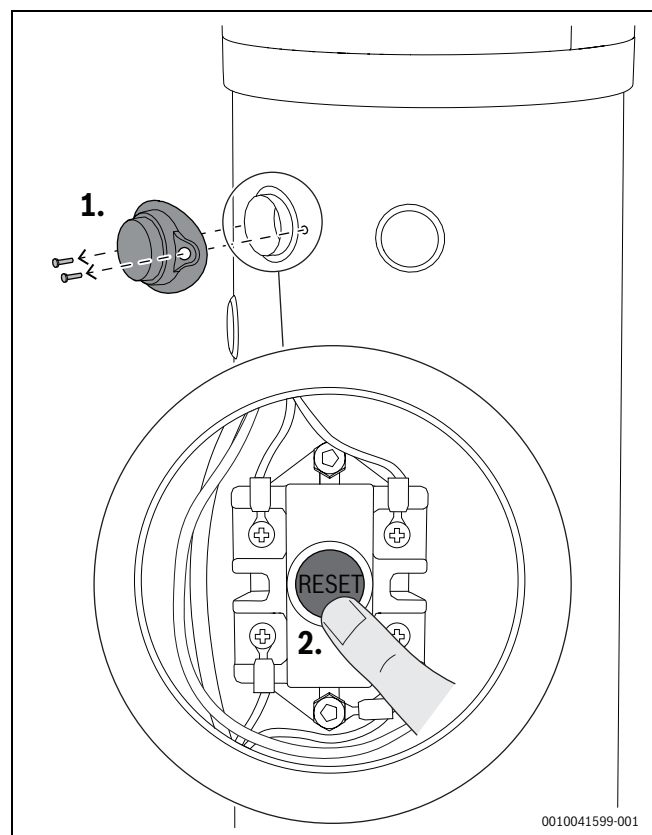

Fig. 32 Rearme do termóstato
- ▶ Remover a cobertura de plástico ao desaparafusar os parafusos de fixação apropriados (passo 1, fig. 32)
- ▶ Rearmar manualmente o termóstato de segurança (passo 2, fig. 32)